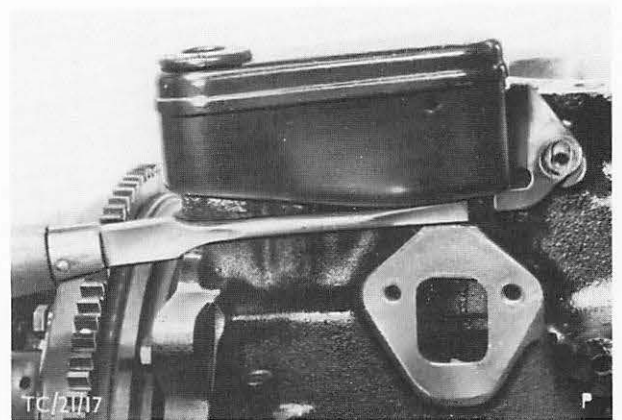

Abb. 37 Ölabscheider mit Hilfe eines Schraubenziehers ausbauen
14. Schraube vom Ölabscheider herausdrehen. Ölabscheider mit einem Schraubenzieher, Abb. 37, aus dem Motorblock drücken.